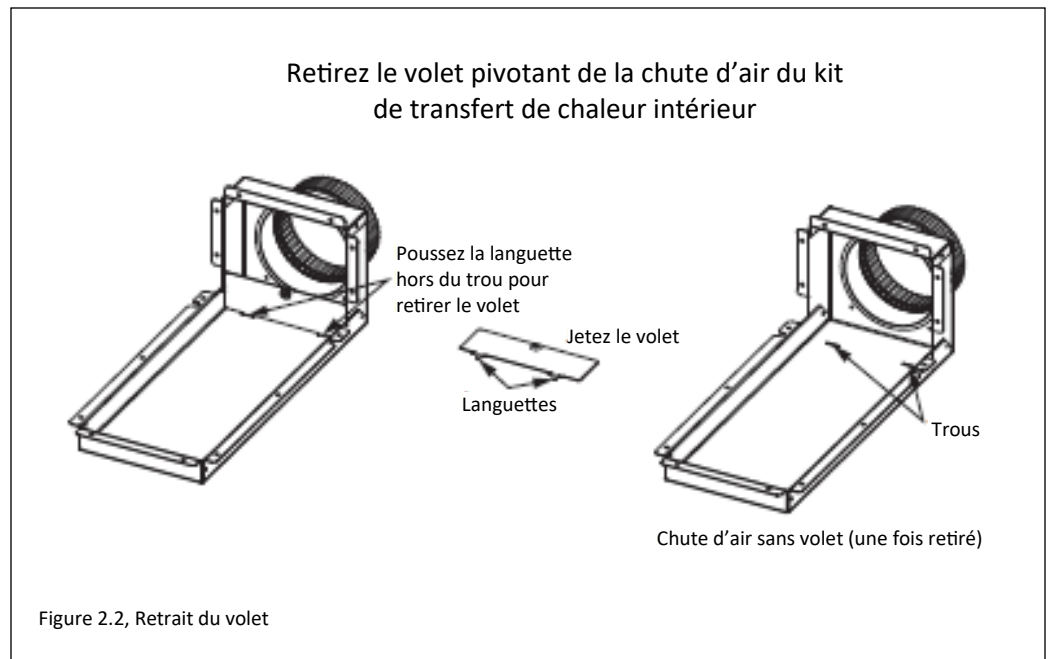

Figure 2.2, Retrait du volet
3. Retirez le volet pivotant de la chute d'air du kit de transfert de chaleur, en poussant la languette métallique hors du trou et en tirant pour sortir le volet de la chute d'air. Voir Figure 2.2 (votre chute d'air peut différer légèrement de celle illustrée).